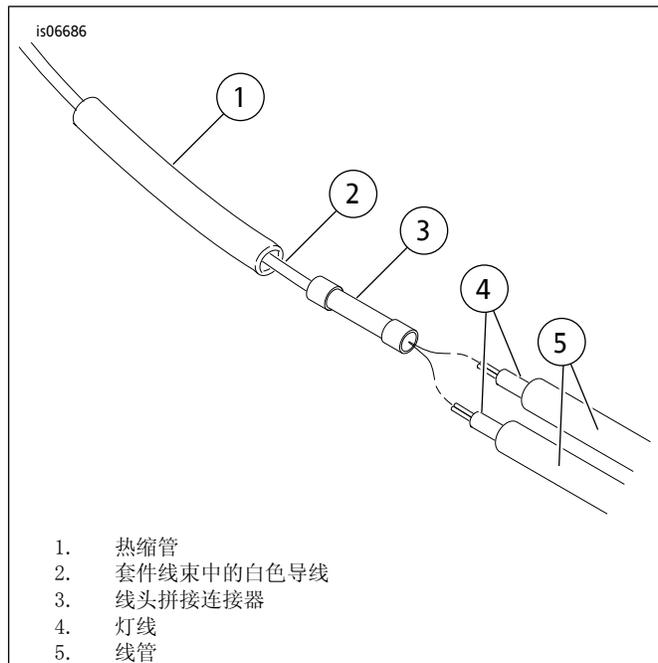
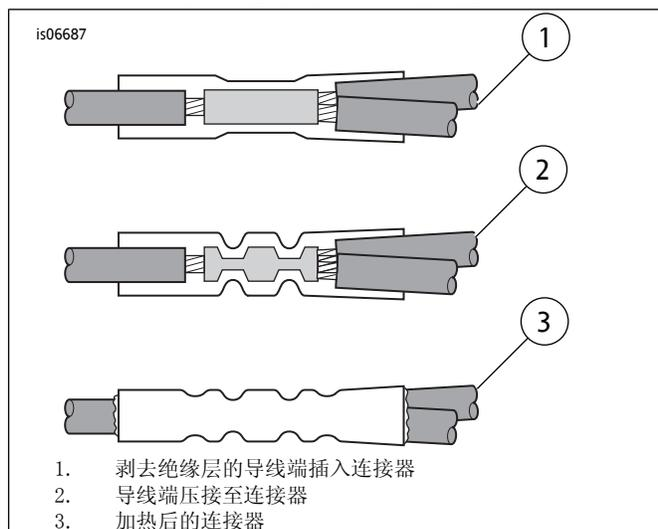

图8. 将灯线连接至套件线束
图9. 安装密封线头拼接连接器
21. 参见图8和图9以及维修手册的撬芋棍唇崽跬悠蝠部分。将热缩管(1)滑至套件线束的白色电线(2)，使用压接工具(零件编号H-D 38125-8)将电气连接器(3)压接至电线。